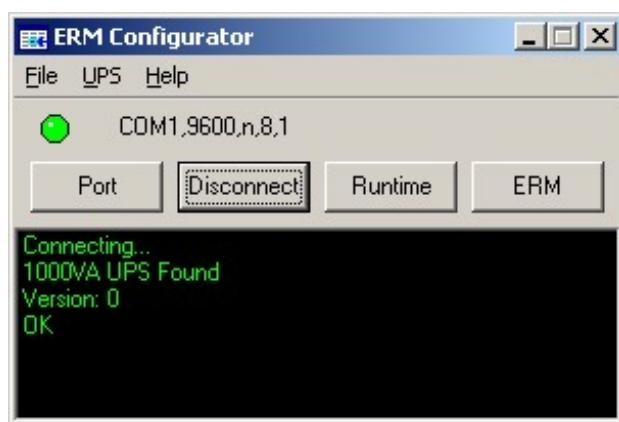

Рис. 5. Установка связи с ИБП.
- Запустите программу. Нажмите кнопку «Port» и установите номер сом порта и скорость передачи данных, по умолчанию скорость порта ИБП составляет 9600 бит/сек. После этого нажмите кнопку «Connect» для установки связи между компьютером и ИБП (рис. 5).